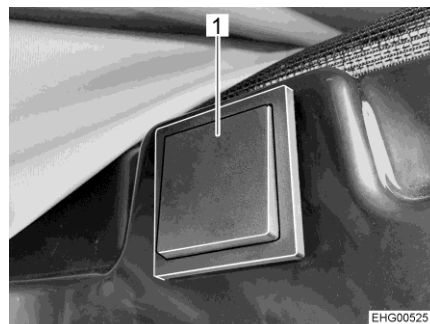

Fig. 32 Tasto per lo sblocco elettrico
Il tasto per lo sblocco elettrico (Fig. 32) è ubicato sul lato destro nella zona sopra la porta scorrevole.
- Premere per circa 2 secondi il tasto (Fig. 32,1).